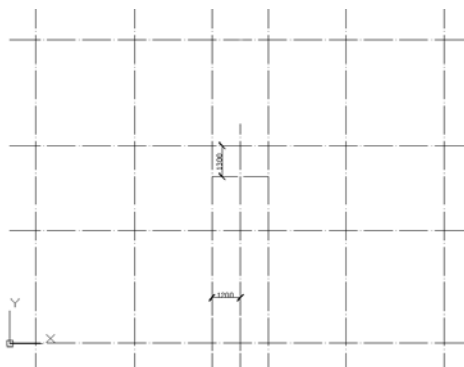

图 15.10 绘制辅助线
(5) 执行直线命令，绘制其他辅助线，如图 15.10 所示。